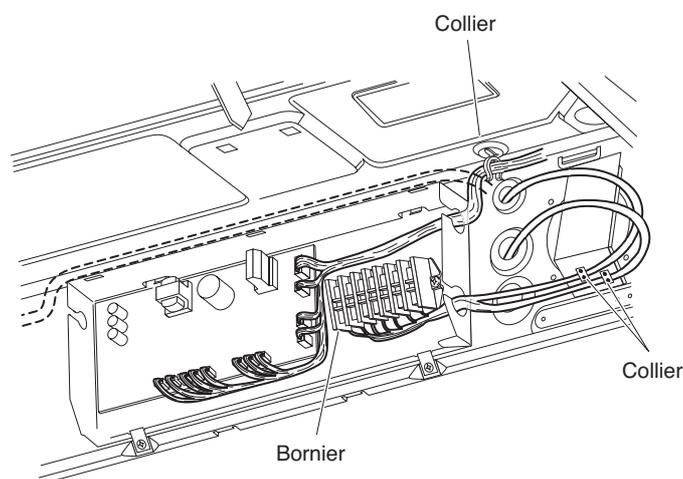

Fig. 11-10
- (5) Réinstallez le panneau latéral.
- (6) Acheminez le fil depuis le récepteur le long du câble du moteur du volet et l'autre câble, puis fixez-les avec une attache. (Fig. 11-10)